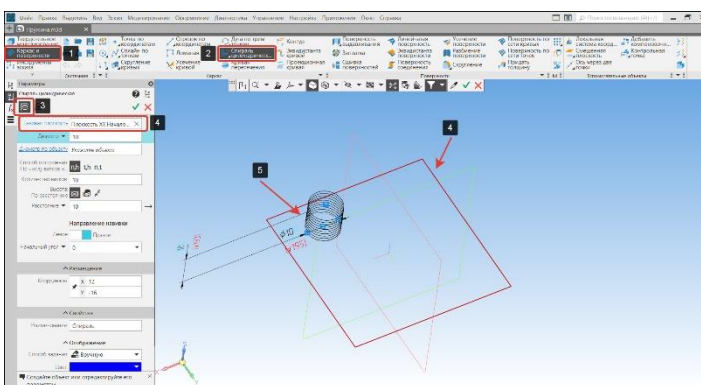

Рисунок 171 – Команда Цилиндрическая спираль
- Переключим инструментальную панель на Каркас и поверхности (1) и выберем команду Цилиндрическая спираль (2) подоперация Цилиндрическая спираль (3) (Рисунок 171);
- Укажем базовую плоскость XY (4) и разместим на ней спираль (Рисунок 171);